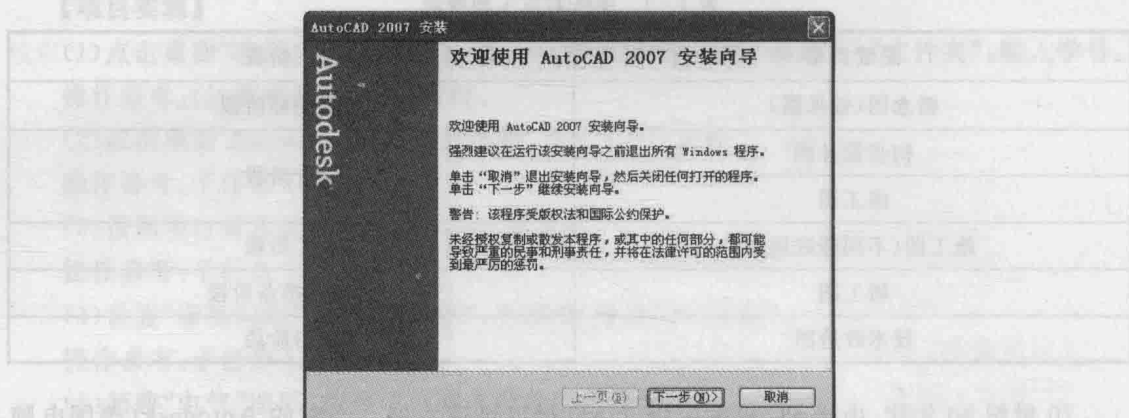

图 1-3 安装界面
(2)在弹出的 AutoCAD 2007 中文版安装界面中,点击“安装产品”按钮,然后按照提示进行下一步。如图 1-3 所示。